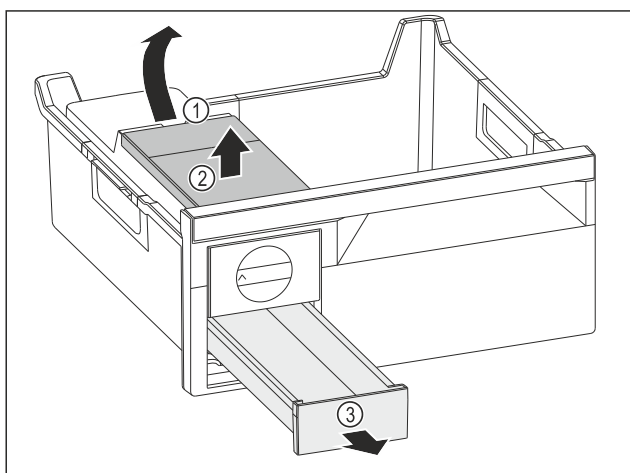

Fig. 176
- ▶ Vandens bako išėmimas: Pakelkite vandens baką už angos Fig. 176 (1).
- ▶ Išimkite vandens baką Fig. 176 (2) į viršų.
- ▶ Išimkite ledukų stalčių Fig. 176 (3) į priekį.